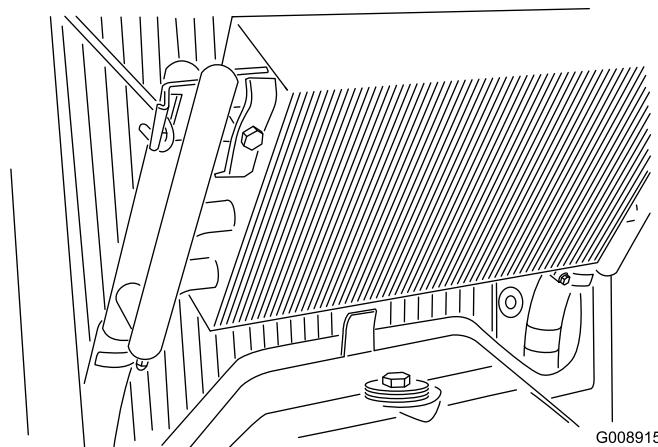

図 53
3. オイル・クーラのラッチを外し、クーラーを後ろに傾ける（図 53）。オイルクーラとラジエターの裏表を水または圧縮空気ですばやく清掃する。オイルクーラを元に戻し、スクリーンを閉める。